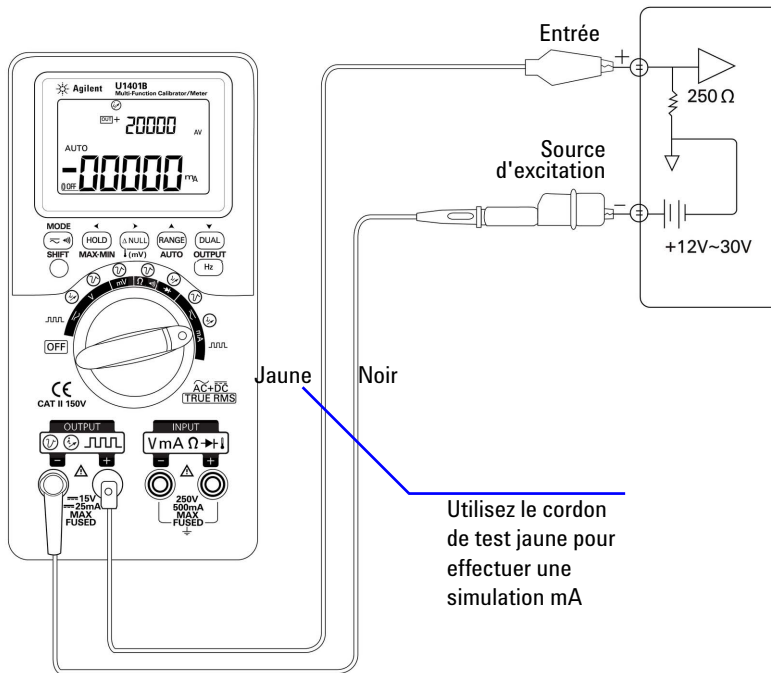

Figure 5-3 Utilisez le cordon de test jaune pour simuler un convertisseur à 2 câbles
- 2 Branchez le cordon de test jaune dans la borne de sortie positive de l'instrument et dans la borne d'entrée de l'appareil de mesure sur la boucle de courant. Reportez-vous à la Figure 5-3 à la page 91.